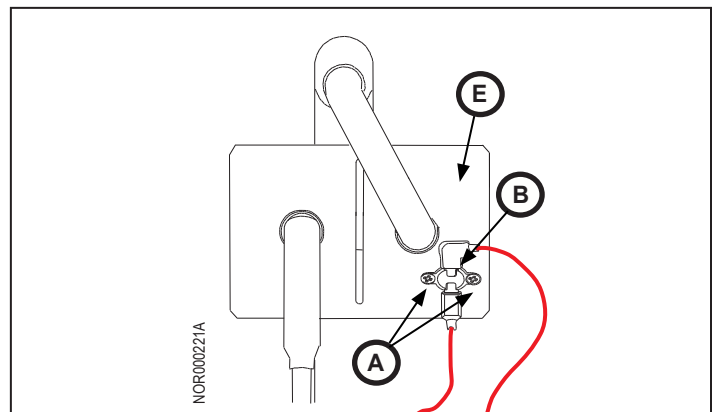

Fig. 6: Termostato del ventilador
1. Saque los tornillos del termostato del ventilador (Fig. 6, A) (2x) y el termostato del ventilador (Fig. 6, B). Póngalos todos aparte.